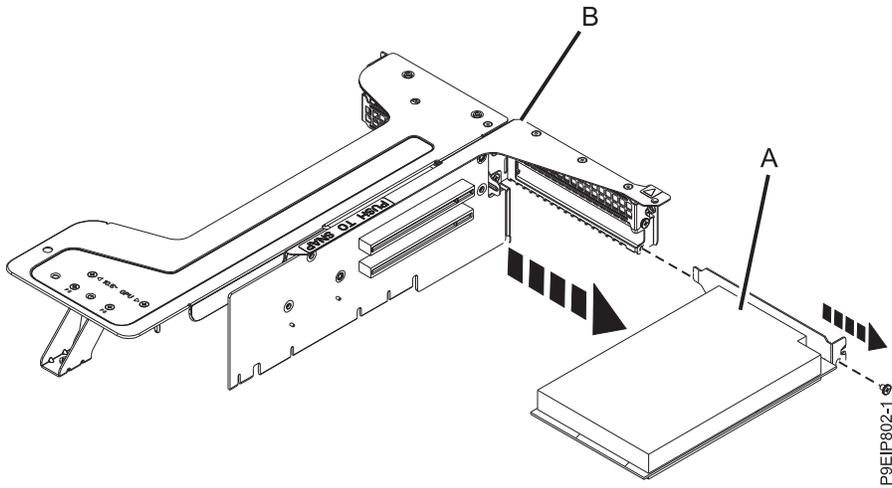

図 23. ライザーからのアダプターの取り外し
6. アダプター (A) をライザー (B) から取り外します (28 ページの図 23 を参照)。テール・ストックを保持しているねじを取り外します。